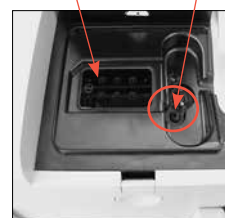

Abb. 3: Im Inneren der Probenmesskammer
1. Öffnen Sie den Deckel der Probenkammer. Entfernen Sie die schwarze Gasanschlussdichtung (Abb. 3) indem Sie sie mit einer Arterienklemme oder einer Pinzette nach oben herausziehen. Werfen Sie die Gasanschlussdichtung weg.